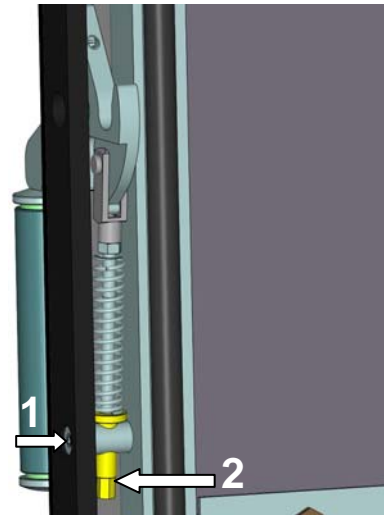

Abb. 21: Schließmechanik Türe
1. Dazu mit einem Sechskantschlüssel die Madenschraube im Bolzen lösen (Abb. 21 Pos.1).
Mit einem 6 mm Steckschlüsseinsatz den Schraubbolzen (Abb. 21 Pos.2) im Uhrzeigersinn drehen.